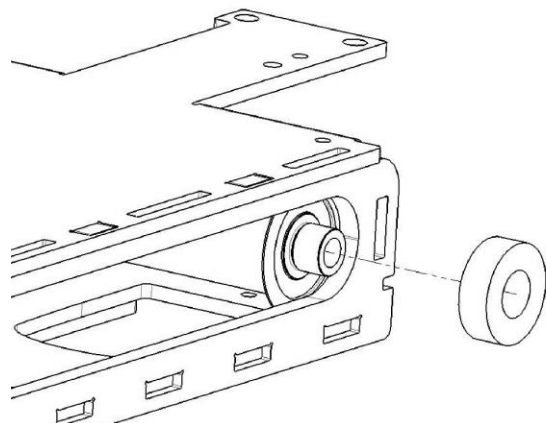

Bild 10. Demontera kullagret på motsatt sida.
12. Demontera kullagret på motsatt sida. Se bild 10.